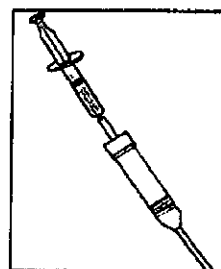
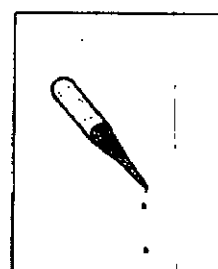

Fig.4c
Fig.4d
- Es aconsejable lavar el puerto luer (puerto cable de guía) del sistema de suministro de medicamento del endoprótesis vascular con una jeringa de 10 cc de solución salina para expulsar el aire (Consulte la Fig.4c). Continúe enjuagando hasta que la solución salina fluye fuera de la punta del catéter distal (Consulte la Fig.4d).